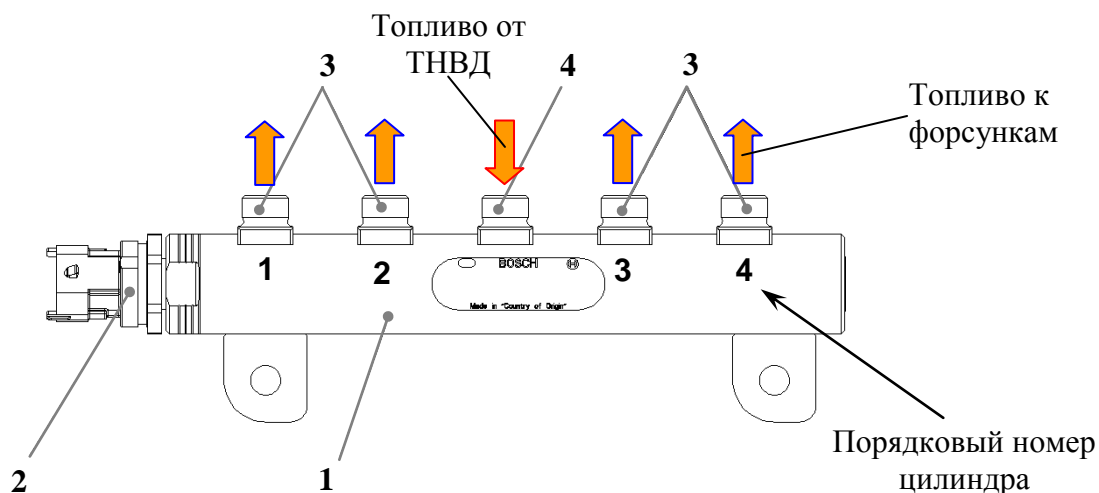

Рис.63. Аккумулятор высокого давления (Rail):
**Аккумулятор высокого давления (Rail) 1** (рис.63) , с датчиком давления топлива 2, служит для аккумулялирования топлива и распределения его по форсункам.
Аккумулятор 1 высокого давления представляет собою трубу, изготовленную из кованой стали (рис.63) на которой расположены штуцеры (3 и 4) подвода топлива от ТНВД и отвода топлива к форсункам, а также установлен датчик 2 давления топлива.